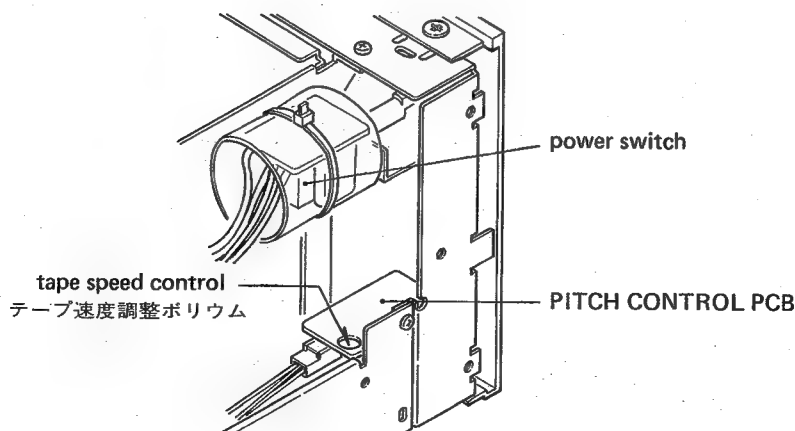

Fig. 4-8
- c) Adjust the trim pot R571 (refer to fig. 4-8) provided on the rear side of the PITCH CONTROL using a small "—" driver with the handle completely insulated from the blade to obtain a 3000 Hz \pm 5 Hz reading on the frequency counter.
- c. 周波数カウンタが3000Hz \pm 5Hzを示すようにピッチ・コントロールの裏側にある半固定抵抗 R571 (図4-8) を回して調整する。調整には柄が刃先から完全に絶縁されている小型マイナス・ドライバを用いること。